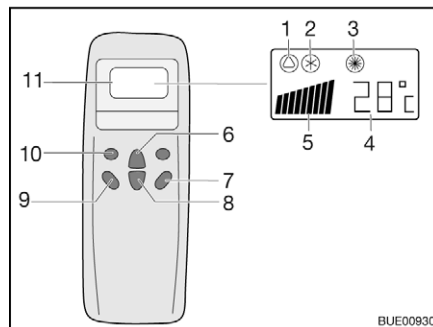
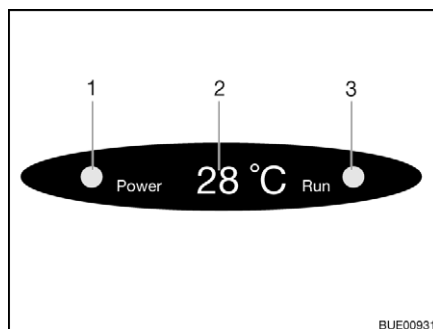

Fig. 214 Télécommande
Fig. 215 Affichage sur le diffuseur
- Appuyer sur la touche "ON/OFF" (Fig. 214,7).
- Appuyer sur la touche "Mode" (Fig. 214,10) autant de fois que nécessaire pour que le mode de fonctionnement souhaité (Fig. 214,1, 2 ou 3) s'affiche à l'écran. Le voyant de contrôle correspondant s'allume sur l'écran du diffuseur (Fig. 215,3).
- Régler la température souhaitée avec les touches d'augmentation de la température (Fig. 214,6) ou de diminution de la température (Fig. 214,8).
- Sélectionner le niveau de ventilation souhaité à l'aide de la touche de vitesse du ventilateur (Fig. 214,9).